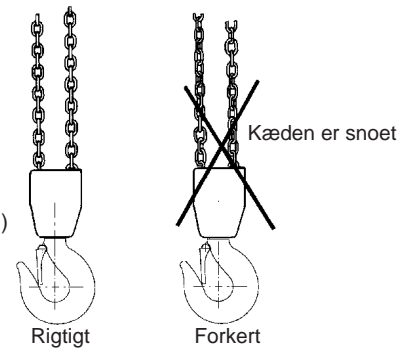

Fig. 3 Kæden må ikke være snoet
- Lastkæden må ikke have kinker eller være snoet. Ved 2- eller flerparts taljebud er der risiko for, at kæden kan blive snoet, ved at underblokken kommer til at smutte gennem kædesløjfen – typisk ifm. ommontering eller flytning af kædetaljen mellem forskellige arbejdssteder. Se fig. 3.